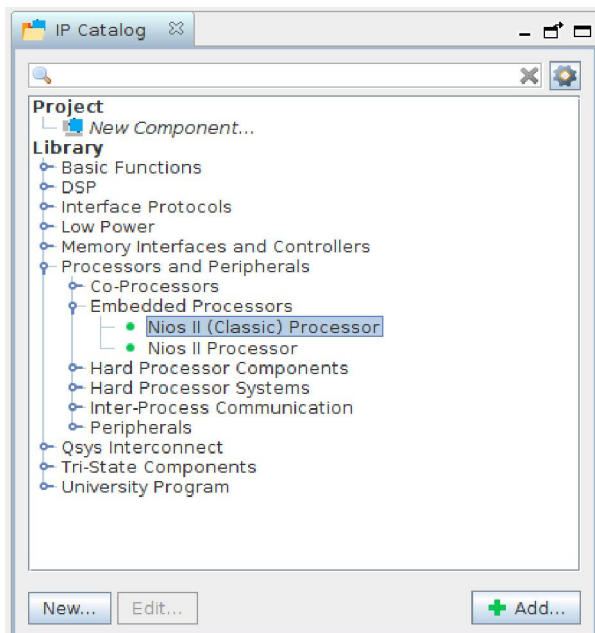

Рисунок 6. Додавання ядра Nios II.
3. Додайте до системи процесорне ядро. Для цього, у вкладці *IP Catalog* (вкладка знаходиться зліва у вікні *Platform Designer Tool*) оберіть *Library* → *Processors and Peripherals* → *Embedded Processors* → *Nios II (Classic) Processor* та натисніть кнопку *Add*. Відкриється вікно зображене на рис. 6.